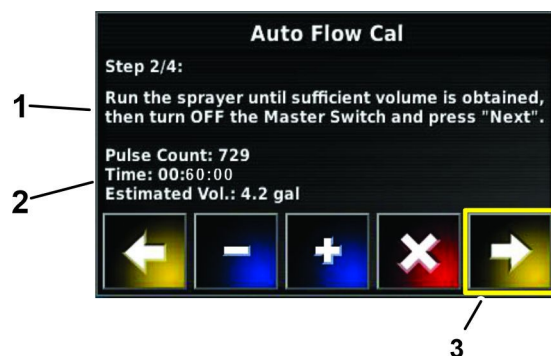

Рисунок 171
5. На этапе 2 из 4 мастера автоматической калибровки расхода, когда секундомер достигнет 60 секунд (Рисунок 171), установите главный выключатель секций машины на управляющей консоли в положение Выкл.
- На этапе 2 из 4 мастера автоматической калибровки расхода нажмите стрелку «далее» (Рисунок 171).